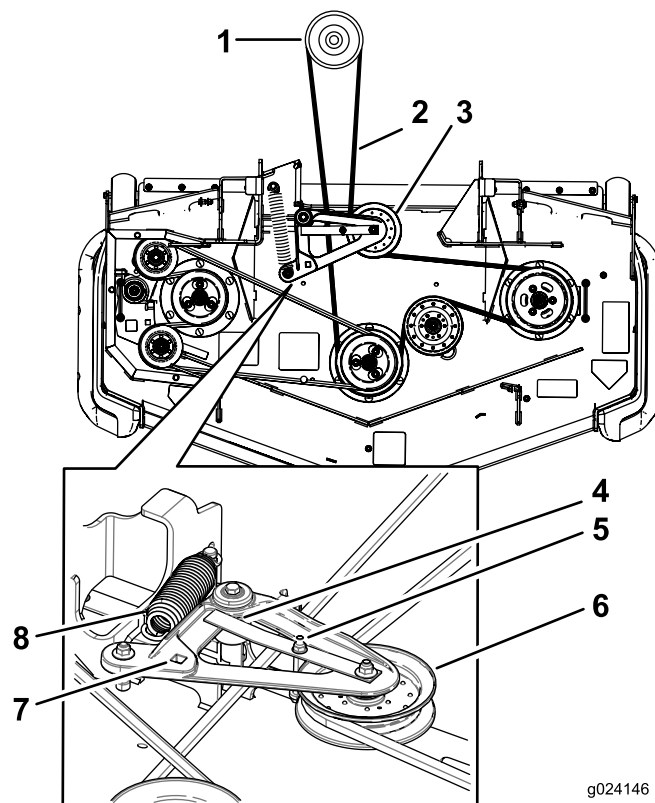

Figura 74
10. Utilizzate un cricchetto nel foro quadrato per installare la cinghia nuova attorno alle pulegge tendicinghia e alle pulegge del tosaerba (Figura 74).
8. Inserite un cricchetto nel foro quadrato del braccio di rinvio per allentare la molla del tenditore (Figura 74).
10. Sollevate l'aletta guidacinghia e rimuovete la cinghia esistente (Figura 74).
11. Montate la nuova cinghia attorno alle pulegge del tosaerba e alla puleggia della frizione, sotto il motore (Figura 74).
12. Ruotate e accertate che l'aletta guidacinghia sia a contatto con il mozzo del perno Figura 74.
13. Con il cricchetto nel foro quadrato, montate la molla del tenditore (Figura 74).